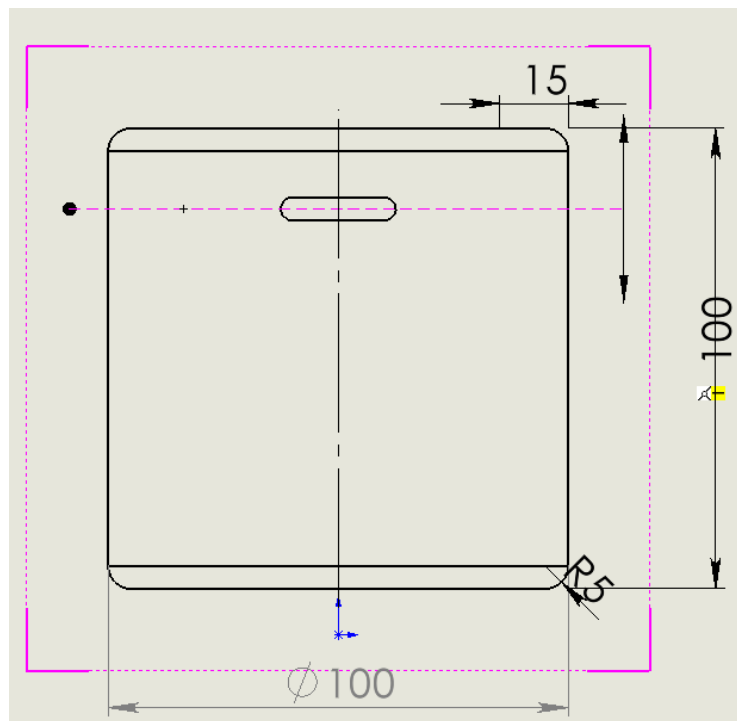

Рисунок 3.6 – Побудова розрізу
2. Необхідно встановити розріз у потрібне місце на виді та зафіксувати його натисканням лівої клавішу мишки (рис. 3.6).